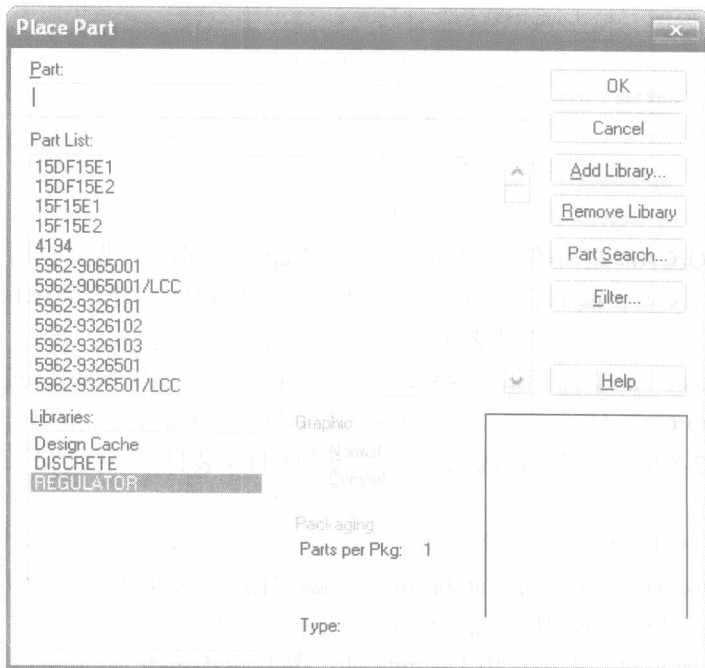
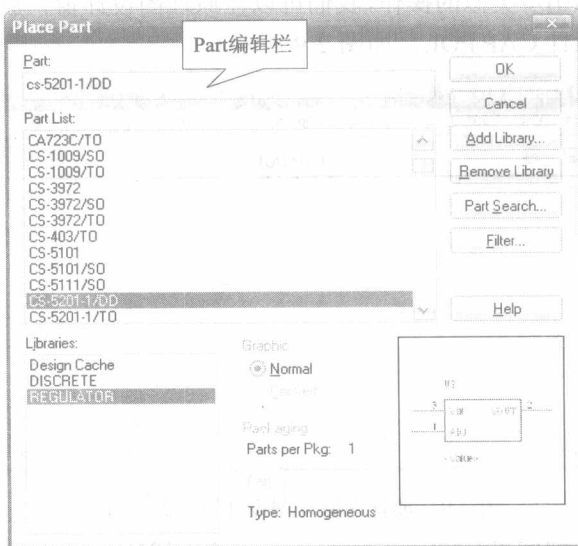
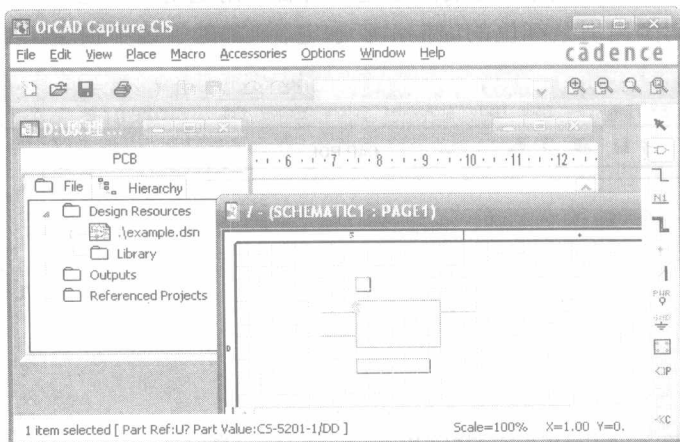

图 2-6 【Place Part】对话框
图 2-7 在元件库中选中元件
图 2-8 粘在鼠标上的元件虚框
重复上述第(6)步和第(7)步，再把系统自带的 Regulator.olb 添加到【Place Part】对话框的 Libraries 列表框中，如图 2-6 所示。
(8) 在图 2-6 所示的【Place Part】对话框中，选中 Libraries 列表框中的 REGULATOR 库文件，然后在 Part 编辑栏中输入“cs-5201-1/DD”，这时【Place Part】对话框的右下方就会预览到元件 cs-5201-1/DD 的形式，如图 2-7 所示。
(9) 单击“OK”按钮，关闭图 2-7 所示的【Place Part】对话框。这时在原理图设计窗口中，元件 cs-5201-1/DD 的虚框就会粘在鼠标上并随着鼠标移动，如图 2-8 所示。